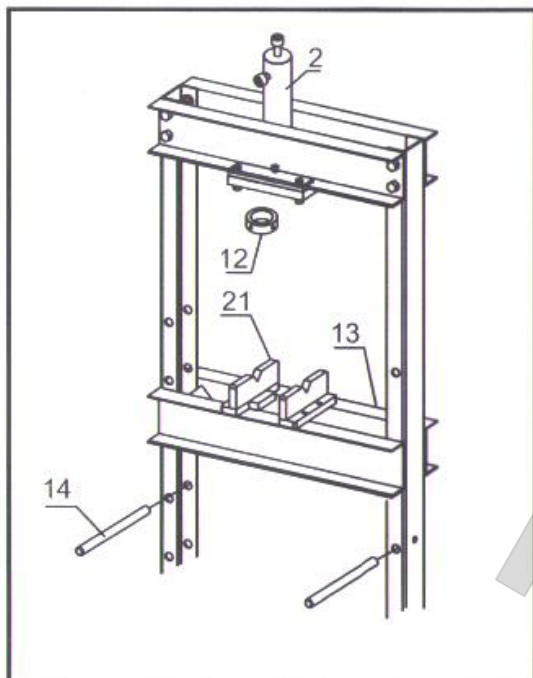

Рис. 5
Воспользуйтесь схемой станда (рис. 5), списком деталей и схемой сборки, приведенной в данной инструкции, разложите все детали по порядку и установите их предназначение перед сборкой.
6. Закрепите силовой цилиндр (2), закрутив большую гайку (12). Сдвиньте опорные штифты (14) в отверстия в стойках. Вложите стол пресса (13) таким образом, чтобы направляющие стола вошли в стойки рамы, затем опустите стол вдоль стоек рамы на опорные штифты. Установите призмы (21) на стол пресса. См. рис. 5.